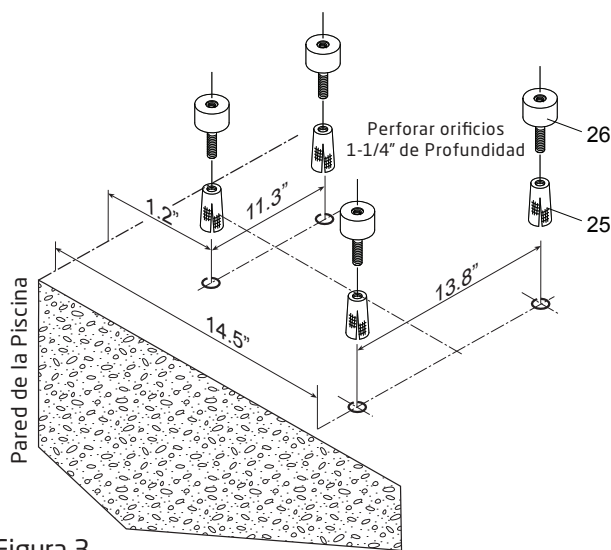

Figura 3
6. Instale los cuatro (4) soportes de goma (parte #26) en los cuatro (4) anclajes M8 de la cubierta de la piscina (parte #25). Apriete por completo. (Ver Figura 3)